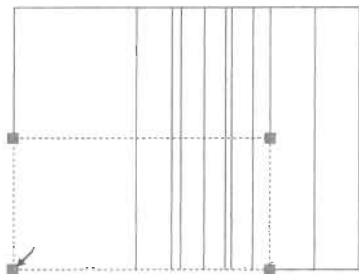

图 14-172
(8) 切换到俯视图, 然后捕捉左下角顶点绘制一个 23×12mm 的矩形, 如图 14-172 所示。